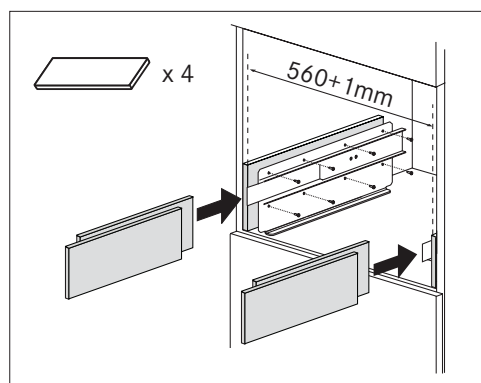

Fig. 7
- Si nécessaire, corrigez l'alignement de l'appareil en positionnant les entretoises fournies sous ou sur les côtés du support (Fig. 7).